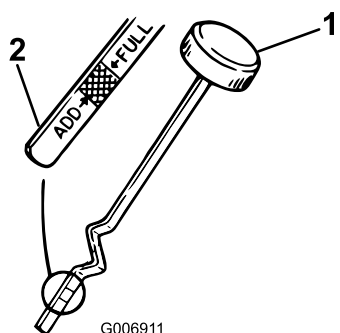

Figura 18
- Desenrosque la varilla de aceite y limpie el extremo metálico (Figura 18).